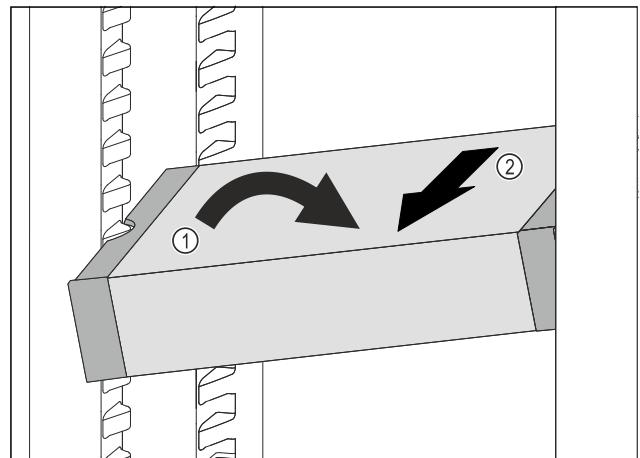

Fig. 116
- *Fig. 116 (1)*
- Sortir le tiroir VarioSafe par l'avant. *Fig. 116 (2)*